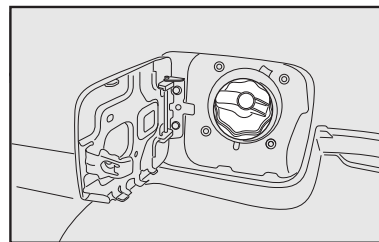

fig. 128
- Para algumas versões, segure a tampa e gire a chave no sentido anti-horário; prossiga girando a tampa **fig. 128** até o seu completo desalojamento.